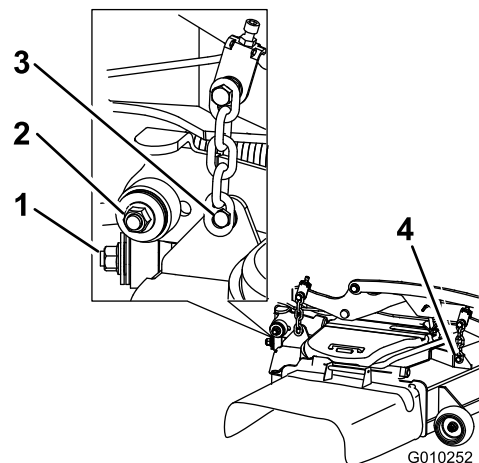

Figura 125
7. Retire y guarde los herrajes de ambos lados de la carcasa, según se muestra en Figura 125.